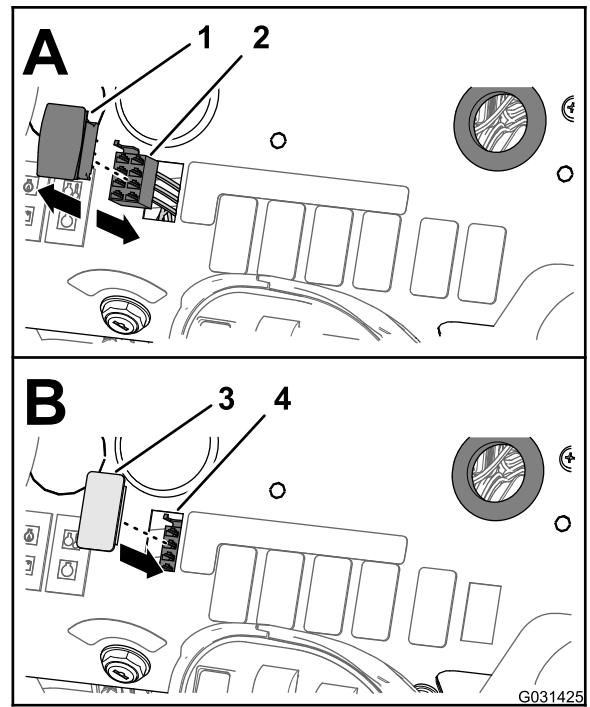

图43
1. 从机器仪表板的下方同时挤压喷洒率控制开关的锁定凸耳然后将喷洒率控制开关向上推出仪表板图43。
2. 断开机器前线束的 8 插槽接头标记为喷洒率开关与开关 8 针接头的连接图43。
4. 将开关塞对准从中取出喷洒率开关的仪表板开口图43。
5. 将开关塞插入仪表板直至其牢固卡入仪表板图43。